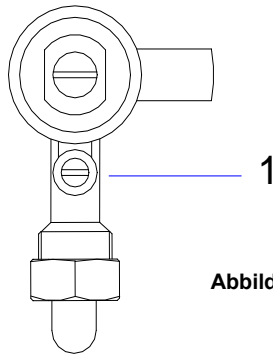

Abbildung 8
- Führen Sie einen Schraubenzieher durch das Loch in der Steuerabdeckung und drehen Sie die Schraube (1) Abb. 8 im Uhrzeigersinn, um das Minimum auf das Maximum zu reduzieren, gegen den Uhrzeigersinn drehen Sie 1 Umdrehung für G30 / G31 und 2 Umdrehungen für G20 / G25, um das Minimum einzustellen.